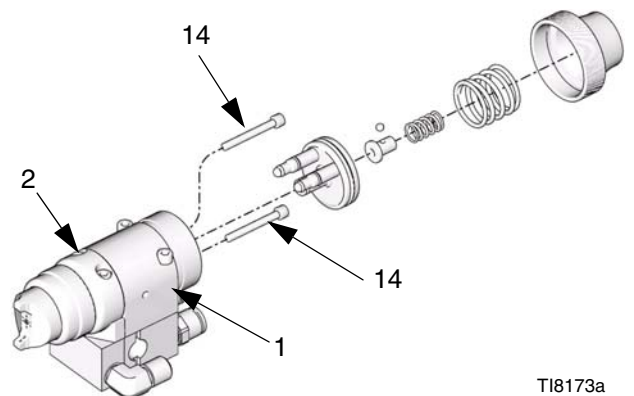

FIG. 20
9. Desmonte el pistón. Usando unos alicates, extraiga el pistón (3) de su alojamiento (1). Vea FIG. 20.
10. Desenrosque los dos tornillos (14) y separe el alojamiento de fluido (2) del alojamiento del pistón (1). Retire la junta (12) sólo si es necesario reemplazarlo. Vea FIG. 20.